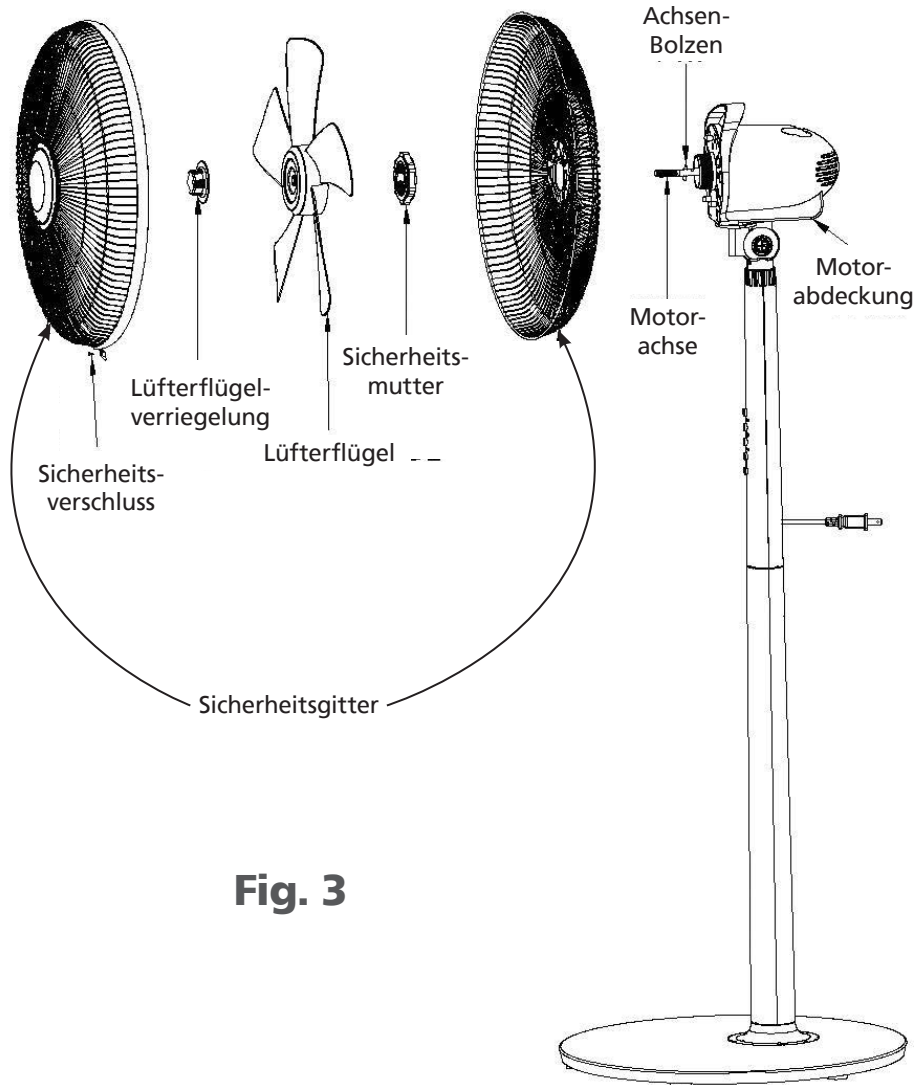

Fig. 3
1. Nehmen Sie die Lüfterflügel-Verriegelung und die Sicherheitsmutter von der Motorachse. Platzieren Sie das hintere Sicherheitsgitter sicher auf dem Achsenbolzen. Befestigen Sie das Sicherheitsgitter mit der Sicherheitsmutter am Motorblock (Fig. 3).